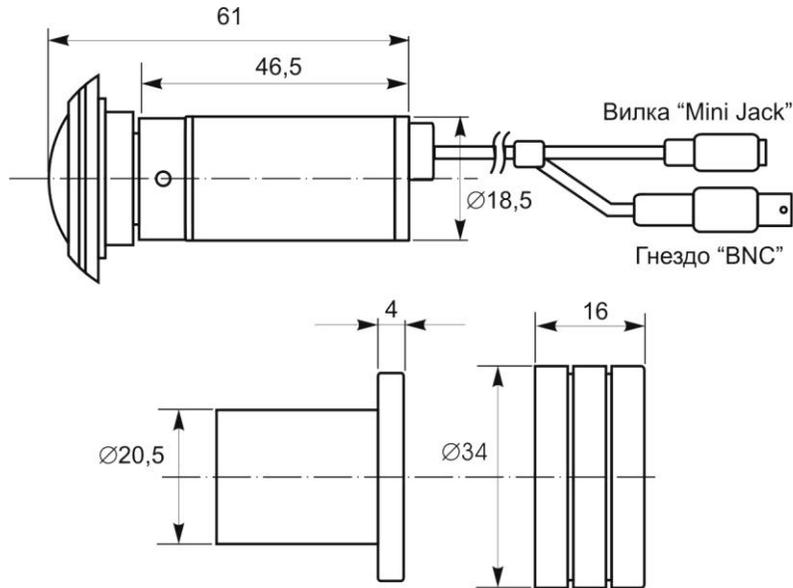

Рис. 1. Установочные размеры и схема подключения ТВ камеры.
4.1. Установочные размеры и схема подключения камеры приведены на рис. 1.